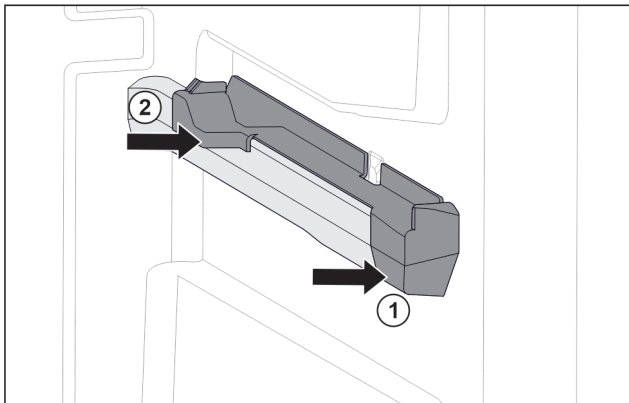

Fig. 72 Élément emboîtable sur la nervure de récipient droite
- ▶ Poser le devant de l'élément emboîtable contre la nervure de récipient. Fig. 72 (1)
- ▶ Enfoncer l'arrière de l'élément emboîtable. Fig. 72 (2)